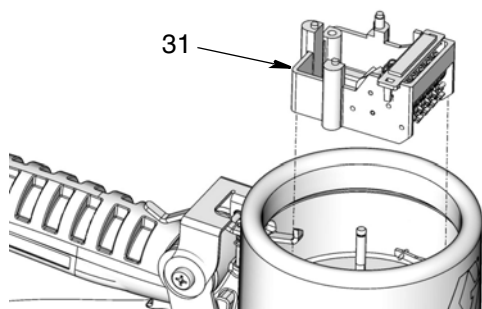

FIG. 30
6. Rimuovere l'intero gruppo del contatore (31) (FIG. 30).